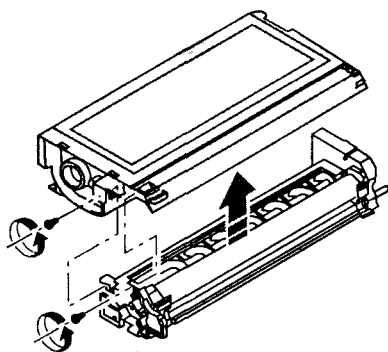
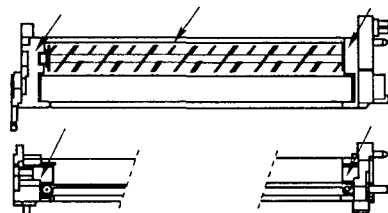

Рис. 7.7
Рис. 7.8
4. Отвинтите два винта (рис. 7.7), отделите и снимите узел девелопера с картриджа. Проверьте состояние уплотнителей (на рис. 7.8 показаны стрелками), если они изношены или покороблены, то их лучше заменить.